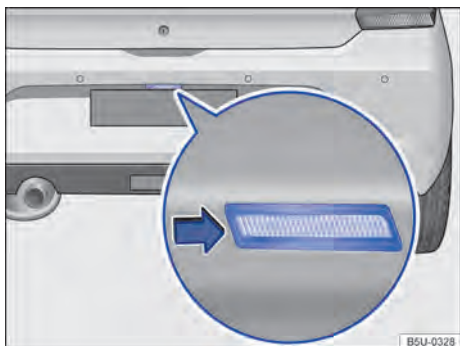

Fig. 138 No para-choque traseiro: remover a lanterna da placa de licença.
2. Com o auxílio de uma chave de fenda, pressionar a trava da lanterna da placa de licença no lado esquerdo e retirar do para-choque → Fig. 138.